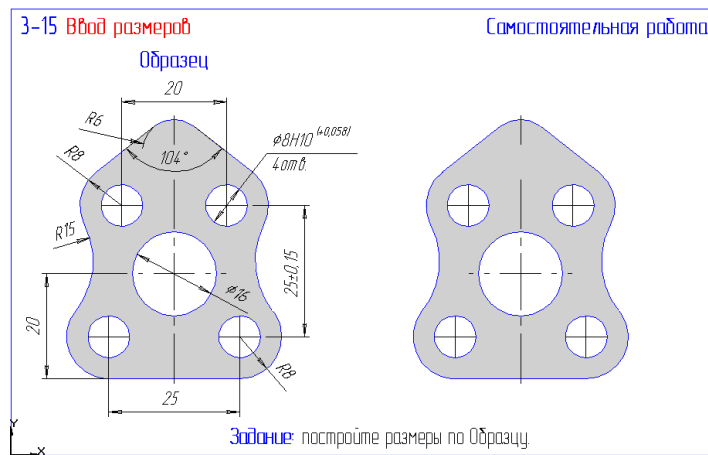

Рис. 21
23. Откройте файл фрагмента 3-15 (рис. 21) и выполните простановку размеров по образцу. Результат сохраните.